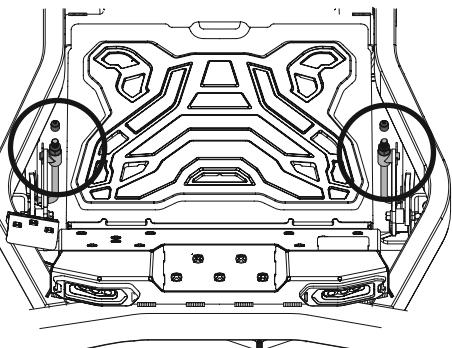

Figura 43
- Quite la tapa de extremo de las varillas de ajuste de elevación de la plataforma delantera y resérvelas para volver a instalarla. Consulte la Figura 43.
- Gire ambos pernos delanteros en sentido horario para elevar la inclinación de la plataforma delantera o en sentido antihorario para bajar la inclinación de la plataforma delantera, dependiendo del ajuste necesario. Ajuste cada perno igualmente. Consulte la Figura 43.